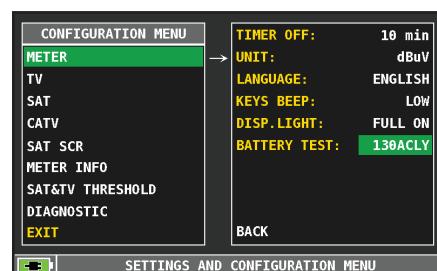

FIG. 3*
4. Pour vérifier le résultat du test, entrez de nouveau dans «METER», sélectionnez la fonction «BATTERY TEST» et lisez le résultat : par exemple 380 CHLY = 380 MINUTES (Fig.3). Le «Y» de «YES» confirme que la batterie est encore suffisamment chargée, mais le "N" de «NO» indique qu'elle est peut-être en panne ou trop détériorée, ou que le cycle a été interrompu.